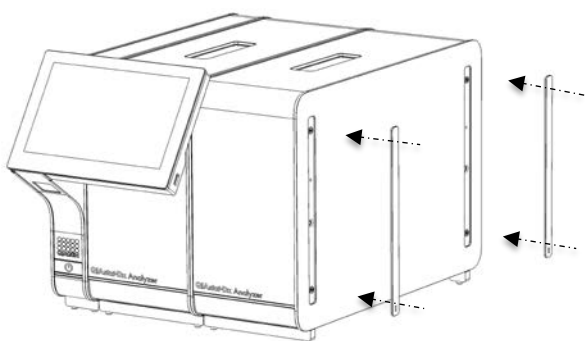

Figura 17. Recolocación de las tapas de protección en el módulo analítico adicional.
5. Vuelva a colocar las tapas de protección en la parte lateral del módulo analítico adicional (figura 17).